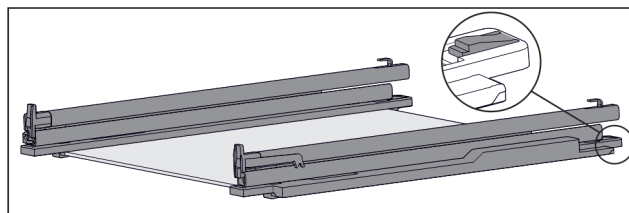

Fig. 120 Стекла́нная пластина с направляющими и крепежными элементами
- ▶ Крепежный элемент сзади прижмите вниз (см. Fig. 120) и одновременно отодвиньте направляющую назад.